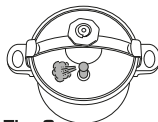

Fig. 6
- 8) O tempo de cozedura inicia-se a partir do momento em que a válvula rotativa começar a rodar. Deverá então proceder à redução da fonte de calor. Basta que a válvula rode progressivamente e liberte um pequeno jato de vapor para manter a panela sob pressão. Se rodar mais rapidamente o tempo de sua cozedura será o mesmo. **Fig.6**